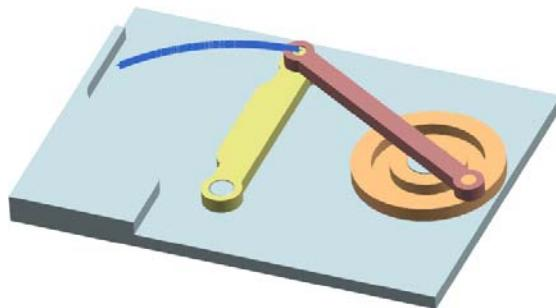

图 8.3.12 追踪结果
(1) 选择命令。选择下拉菜单**分析(A)** → **运动(M)** →  **动画(A)...**命令，系统弹出“动画”对话框。
(2) 激活测量检查和暂停。在该对话框中选中 **追踪**复选框，然后单击“播放” 按钮，此时机构开始运行并显示追踪结果，如图 8.3.12 所示。
(3) 单击**确定**按钮，完成追踪操作。